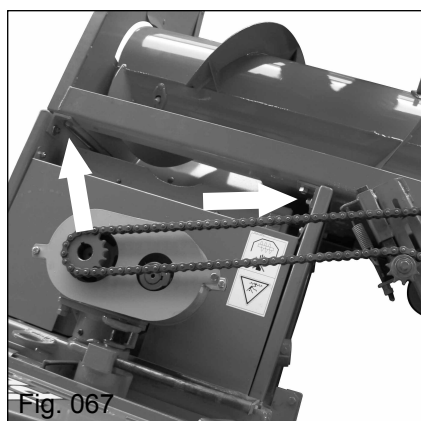

Fig. 067
g) Posicione as cantoneiras (Fig. 067, 068 e 069) que unem a plataforma de capim à colhedora e fixe-as através dos parafusos e porcas;